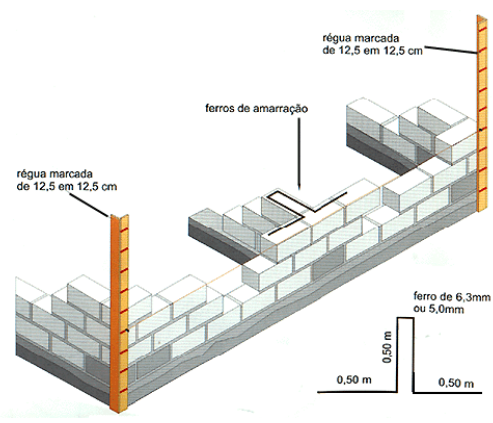

Figura 21 – Assentamento das Camadas Subseqüentes
c) Colocar os escantilhões que servirão de guia para a execução (Figura 21);